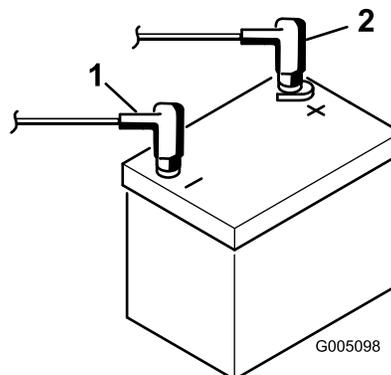

図 8
8. 赤いプラスケーブルをバッテリーのプラス端子に、黒いマイナスケーブルはバッテリーのマイナス端子にはめ、ボルトとナットで固定する図8。ショート防止のために端子にゴムキャップをかぶせる。